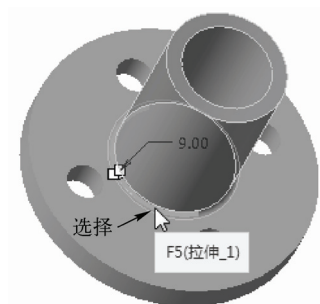

图 6-128 选择倒圆角对象
STEP 03 打开“倒圆角”选项卡，在绘图区中选择合适的倒圆角对象，如图 6-128 所示。